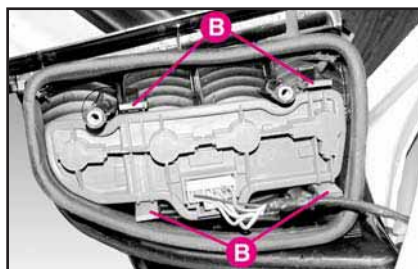

fig. 19
2) Rimuovere la copertura agendo sulle alette **B**-fig. 19.